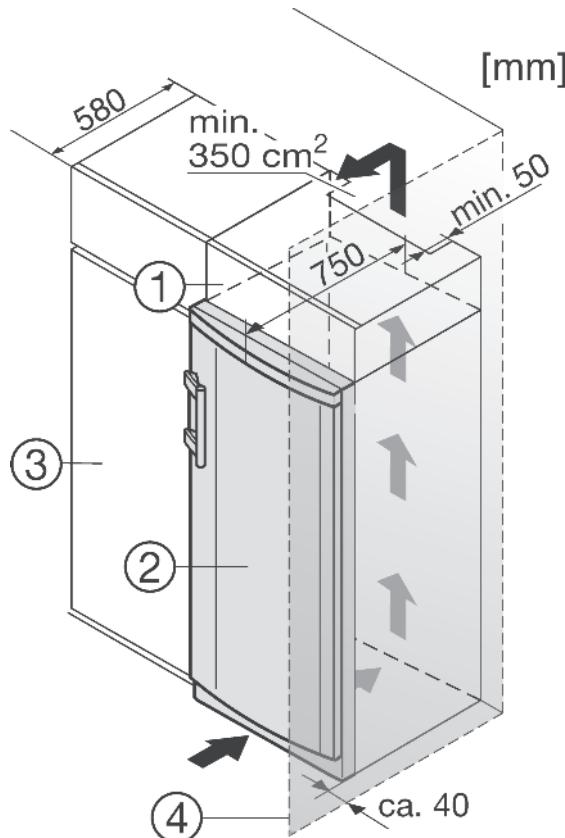

Fig. 9
- (1) Nástavná skřínka
(2) Přístroj
(3) Kuchyňská skřín
(4) Stěna
Když se přístroj instaluje závěsy vedle stěny Fig. 9 (4), musí být vzdálenost přístroje od stěny alespoň 40 mm. To odpovídá přesahu madla při otevřených dveřích.